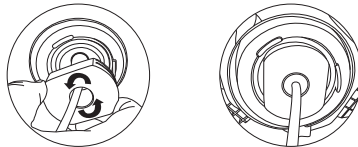

Figura 6
- Coloque el dissipador térmico en la posición adecuada hasta que no gire más, como en la figura 6. Asegúrese de que el canal de entrada de aire del dissipador no está bloqueado.